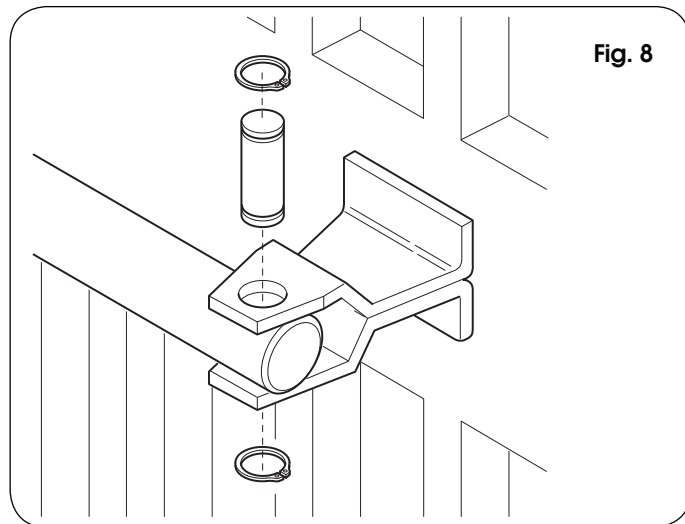

Fig. 8
6. Montar o engate dianteiro na haste (Fig. 8).